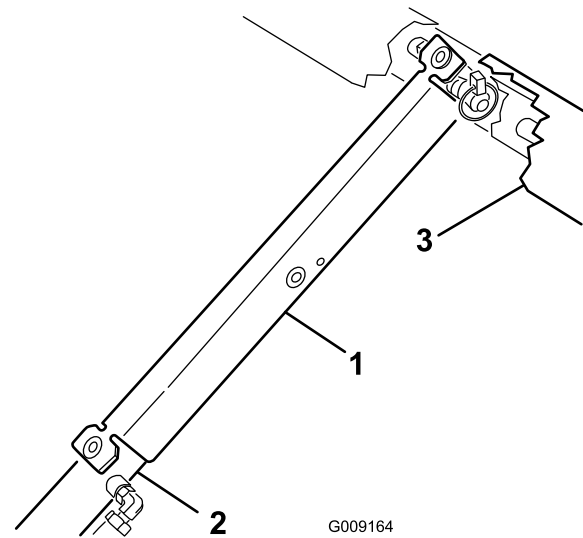

Figure 7
7. Poussez la béquille de sécurité sur la tige du vérin et appuyez bien les languettes d'extrémités contre l'extrémité du corps du vérin et l'extrémité de la tige du vérin (Figure 7).